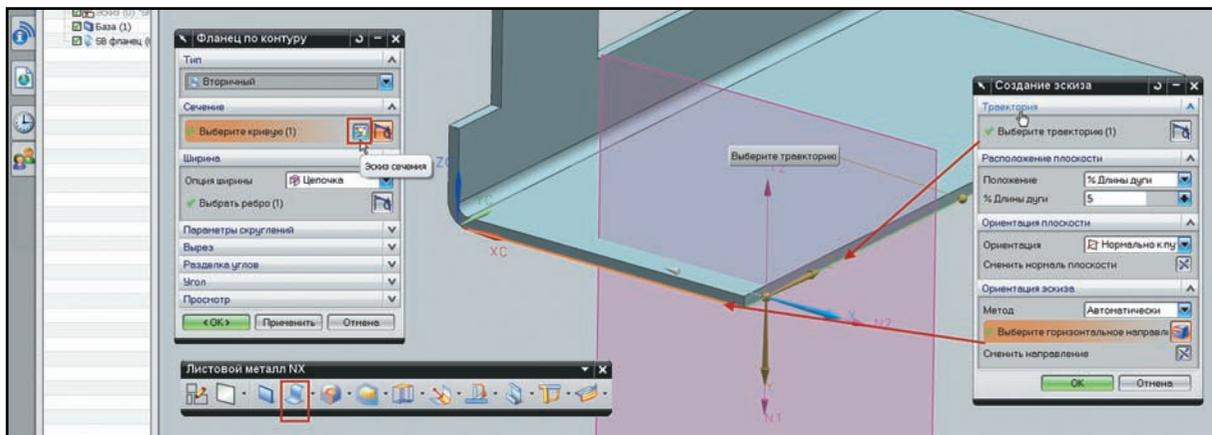

Рисунок 5.11. Фланец по контуру
- Опционально можно указать положение плоскости эскиза на выбранном ребре, задав процент длины ребра, определяющего расстояние от начала ребра до точки пересечения ребра и плоскости. Также при необходимости укажите горизонтальное направление (рис. 5.11).